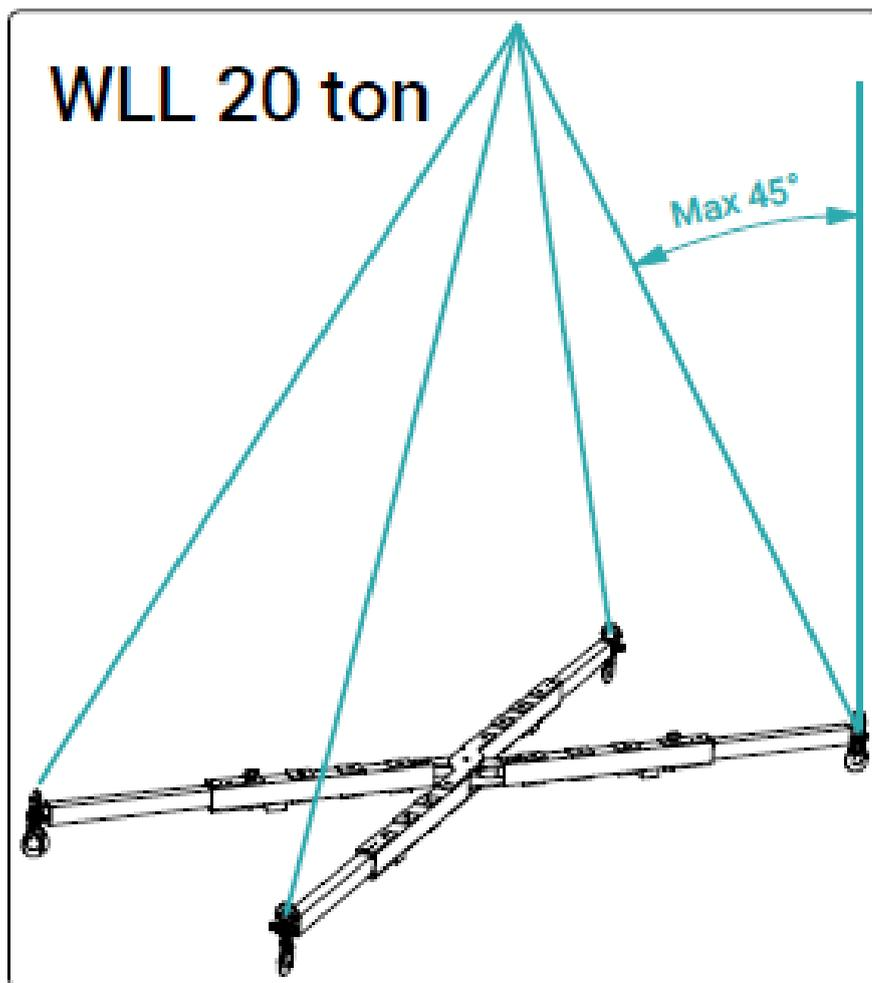
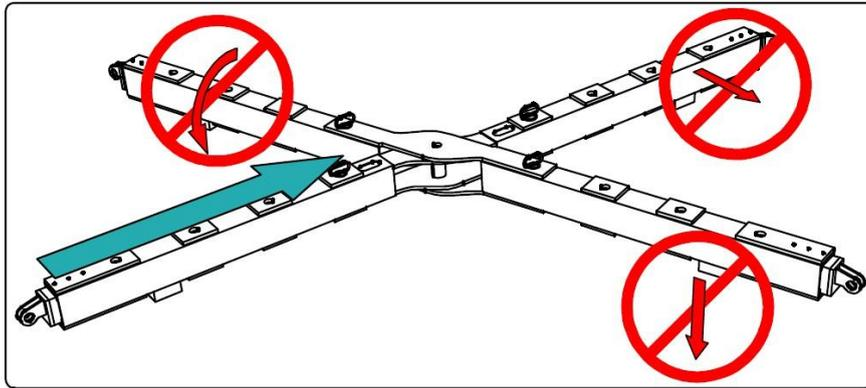

Figura 1: El peso máximo de elevación es de 20 000 kg con un ángulo de 45° en los cables de elevación
Figura 2: El balancín de elevación sólo puede cargarse hacia dentro
El balancín de elevación ALUEX 20T está diseñado para ayudar a elevar objetos. El propósito del balancín de elevación es separar las correas de elevación del objeto. El balancín de elevación es ajustable y los orificios (puntos de elevación) están hechos de acuerdo con el propósito (ver figura 5), permitiendo que la elevación sea lo más segura posible. Lea y siga las instrucciones de uso para que el balancín de elevación se utilice sin riesgos. Entregue una copia de estas instrucciones de uso a todos los usuarios de ALUEX. El balancín de elevación no debe utilizarse para ninguna elevación para la que no esté diseñado. **El peso máximo de elevación es de 20 000 kg con 45 grados, ¡el ángulo de elevación no puede ser inferior! (véase la figura 1).** ¡Debe familiarizarse con las instrucciones y aclarar cualquier ambigüedad antes de ponerlo en uso!
**El peso máximo de elevación es de 20 000 kg con 45 grados, ¡el ángulo de elevación no puede ser inferior! (véase la figura 1).** El balancín de elevación sólo puede cargarse hacia dentro (véase la figura 2). Los brazos del balancín de elevación deben poder moverse libremente (véase la figura 3). El balancín de elevación debe ajustarse a la longitud correcta antes de su uso. **Queda terminantemente prohibida** la fijación en cualquier otro lugar que no sea el punto de enganche (grilletes). (véase la figura 4). Todas las vigas de ajuste deben ajustarse siempre a la misma longitud (véase la figura 5). cuando se utilice, la longitud de la viga de separación debe ajustarse siempre utilizando los pasadores guía. La fijación de los pasadores debe comprobarse siempre antes del uso. **La longitud correcta es siempre igual o inferior a la anchura del objeto** (véase la figura 6). El centro de gravedad de la carga debe estar situado en el centro debajo del balancín de elevación, los puntos donde las cintas de elevación salen de la carga deben formar un rectángulo (véase la figura 7).